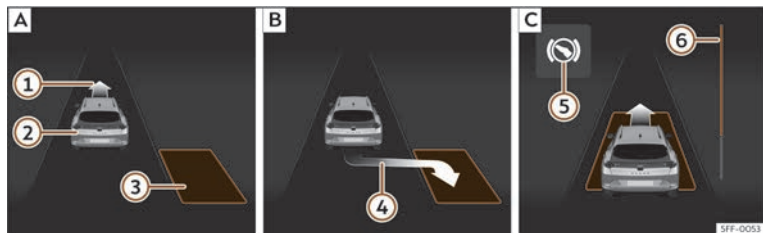
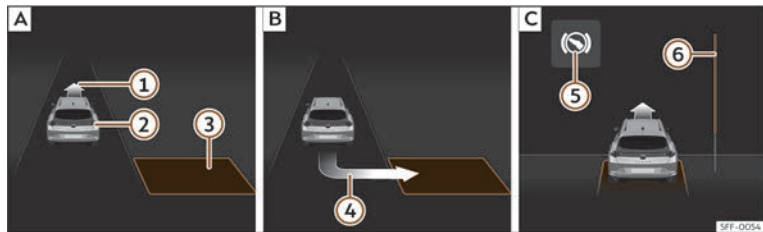

Fig. 160 Sur l'écran du combiné d'instruments : stationner en créneau. **A** : Chercher une place de stationnement. **B** : Position pour stationner. **C** : Manœuvrer.
Fig. 161 Sur l'écran du combiné d'instruments : stationner en bataille. **A** : Chercher une place de stationnement. **B** : Position pour stationner. **C** : Manœuvrer.
stationner >>> **fig. 160** **B** ou >>> **fig. 161** **B** a été atteinte. La place sera considérée comme « appropriée » si l'indication de stationnement (④) apparaît à l'écran du combiné d'instruments.
• Reculez jusqu'à ce que retentisse le signal continu du ParkPilot ; **OU** : reculez jusqu'à ce que l'indication de passer en marche avant >>> **fig. 160**  ou >>> **fig. 161**  apparaisse à l'écran du combiné d'instruments ; **OU** : reculez jusqu'à ce que le message **Park Assist terminé** apparaisse à l'écran du combiné d'instruments. La barre de progression  indique la distance à parcourir.
dirige le véhicule en marche avant et en marche arrière jusqu'à ce qu'il soit centré sur la place >>> **fig. 160**  ou >>> **fig. 161** .
La barre de progression >>> **fig. 160**  et >>> **fig. 161**  affiche symboliquement la distance relative qu'il reste à parcourir sur l'écran du combiné d'instruments. Plus la distance est grande, plus la barre de progression est remplie. En circulant en marche avant, le contenu de la barre de progression diminue vers le haut, et en circulant en marche arrière, il diminue vers le bas.